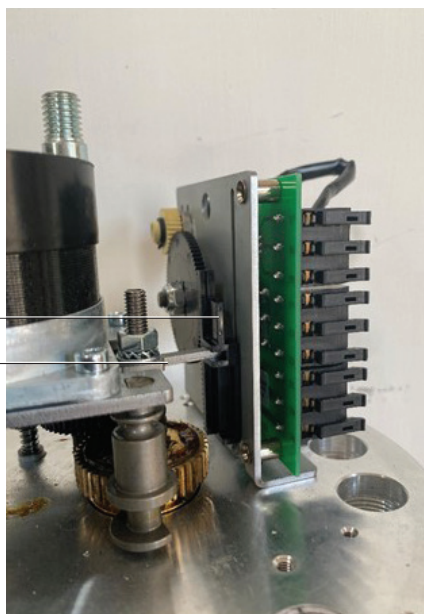

Fig. 7
- Acople la barra de retroalimentación fija directamente a la varilla de accionamiento del eje del actuador. Ver Fig. 7 "Disposición de la retroalimentación del interruptor de recorrido auxiliar (1-6 kN)" para obtener información sobre el producto
- En primer lugar, deslice el interruptor S4 sobre las clavijas de retención del interruptor y asegúrese de que la orientación es tal y como se muestra en la Fig. 7.
- Deslice el interruptor S5 sobre las clavijas de retención del interruptor y asegúrese de que la orientación es tal y como se muestra en la Fig. 7.